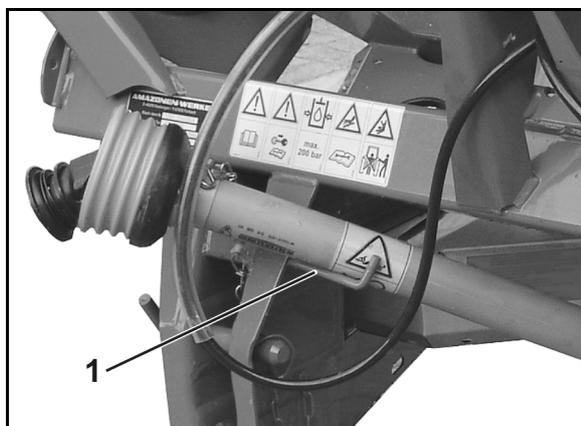

Fig. 34
5. Mettez l'arbre à cardan sur le support prévu à cet effet (Fig. 34/1).